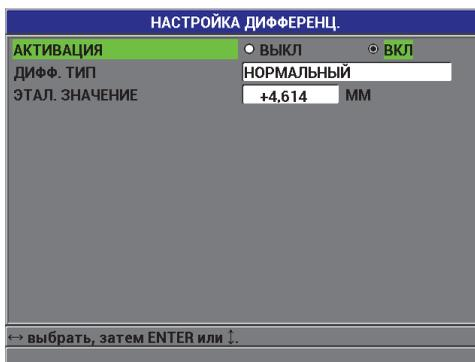

Рис. 5-2 Экран НАСТРОЙКА ДИФФЕРЕНЦИАЛЬНОГО режима
3. В окне **НАСТРОЙКА ДИФФЕРЕНЦ.** (см. Рис. 5-2 на стр. 103):